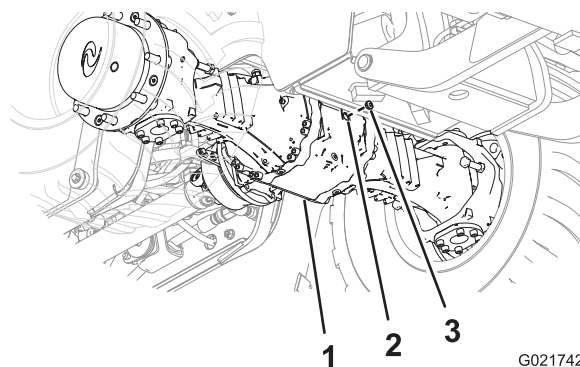
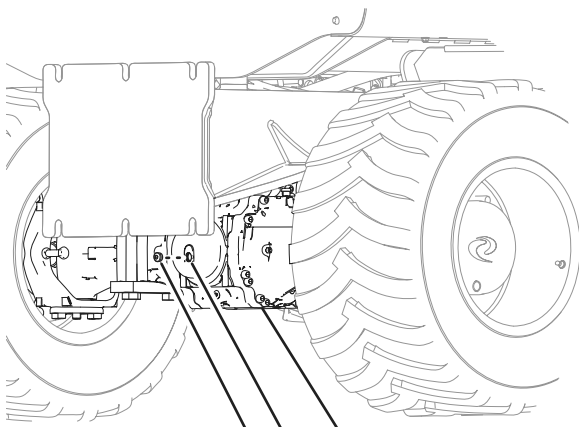

Figura 64
Figura 65
3. Guardate attraverso il foro del tappo spia e controllate che il livello dell'olio nell'assale raggiunga la base della filettatura del foro (Figura 64 e Figura 65).
6. Montate il tappo spia nel relativo foro nell'alloggiamento del pignone dell'assale (Figura 64 e Figura 65).